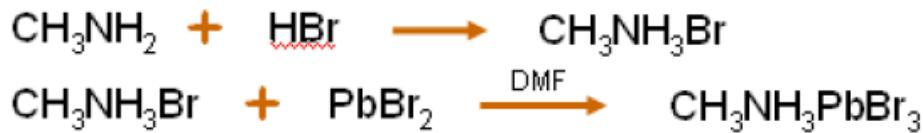

Figure 1.  $\text{CH}_3\text{NH}_3\text{PbBr}_3$  합성 과정 4
3. 0.0280 g  $\text{CH}_3\text{NH}_3\text{Br}$ 과 0.0918 g  $\text{PbBr}_2$ 를 5 mL DMF에 녹여 50 mM  $\text{CH}_3\text{NH}_3\text{PbBr}_3$  용액을 만든다 ( $\text{CH}_3\text{NH}_3\text{Br} : \text{PbBr}_2 = 1 : 1$ ). (Figure 1)